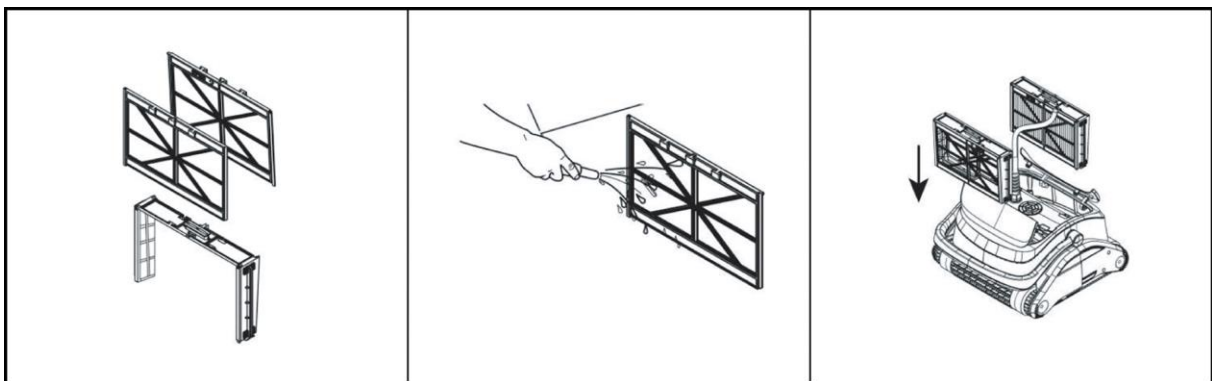

Fig. 6
- Nettoyer aussi régulièrement les paniers filtrants en poussant les grilles latérales vers le haut et en les nettoyant et rinçant avec soin (Fig. 6).